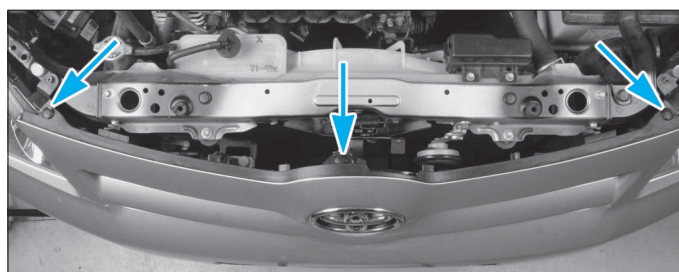

FIG. 2
- Déposer les 3 clips de la calandre (fig. 2)